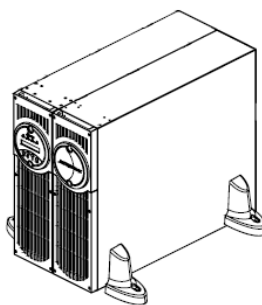

Рис.3
5. Расстояние между опорами выбирается так, чтобы ИБП можно было установить на стандартный каркас (рис. 3).